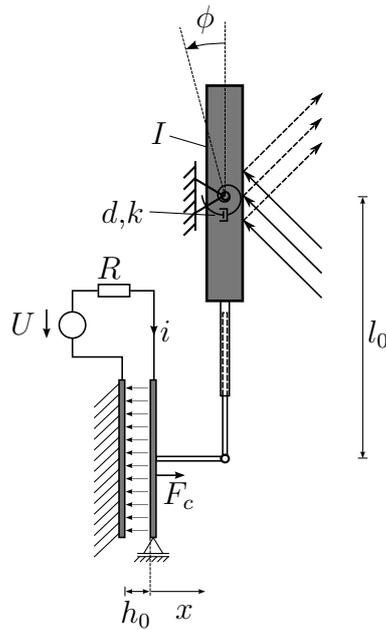

Abbildung 1: Mikroelektromechanischer Spiegel.
- Abbildung 1 zeigt die Prinzipskizze eines mikroelektromechanischen Spiegels. Das drehbar gelagerte Spiegelement (Trägheitsmoment $I > 0$, Drehwinkel ϕ) ist über die masselosen Verbindungselemente (reibungslases Linearlager, reibungsloses Drehgelenk, Anfangsabstand des Drehpunktes des Spiegels zum Drehgelenk $l_0 > 0$) mit einer verschiebbar gelagerten, masselosen Elektrode eines Plattenkondensators verbunden und über eine Drehfeder (linear, Federsteifigkeitskoeffizient $k > 0$) und einen Drehdämpfer (linear, Dämpfungskoeffizient $d > 0$) an das Gehäuse gekoppelt. Die zweite Elektrode des Kondensators ist fest am Gehäuse befestigt. Für die Kapazität des Kondensators gilt $C_c(x) = \epsilon \frac{A}{h_0+x}$ (Elektrodenfläche $A > 0$, Elektrodenanfangsabstand $h_0 > 0$, Permittivität $\epsilon > 0$) und die Kraft auf die bewegliche Elektrode lautet $F_c = \frac{1}{2} \frac{\partial C_c(x)}{\partial x} u_c^2$. Der Kondensator wird durch den Strom i eines in Serie mit einer idealen Spannungsquelle (Spannung U) geschalteten Widerstandes $R > 0$ geladen.